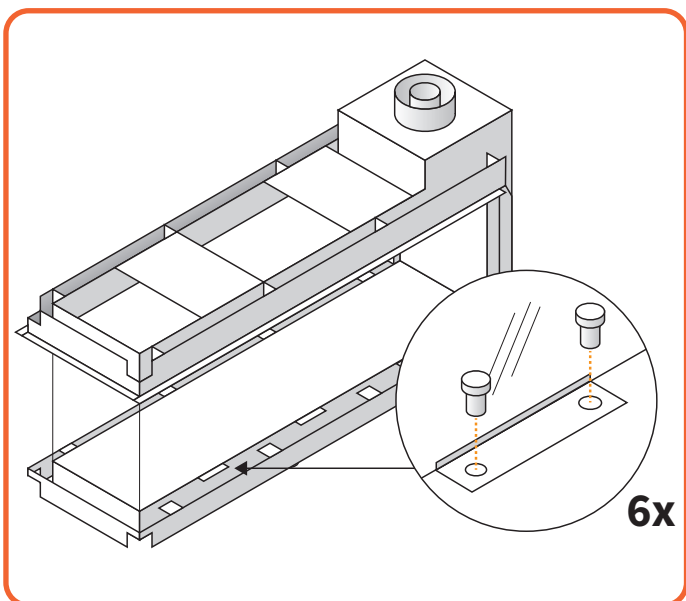

Figure 10.4 - Remove glass clamps
- Lösen Sie die Klemmen, die das Glas halten. (Siehe **Abbildung 10.4**)